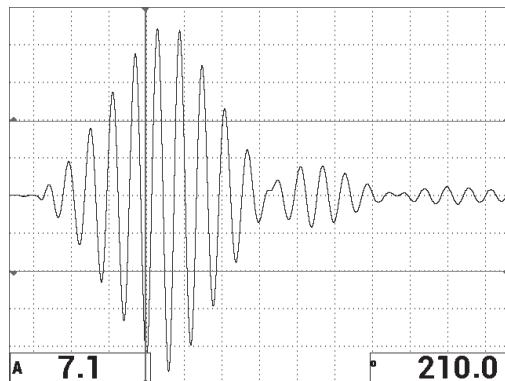
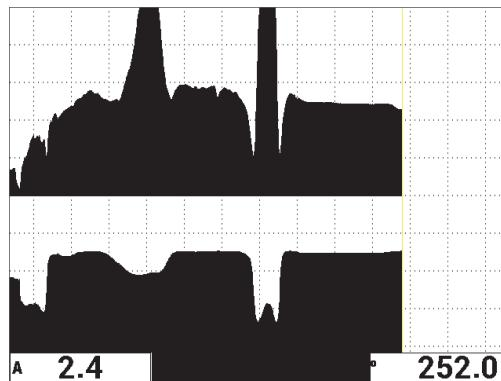

图 6-11 显示模式 1 — 射频信号
图 6-15 显示模式 5 — 扫查
8. 要想在检测过程中立即切换各种不同的信号显示图像（无论在全屏还是在正常屏幕模式下），需要重复按下**显示模式**键（），直到获得想要的显示图像。第120页的图6-11到第122页的图6-15为会出现的显示图像。